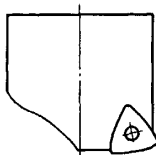

图 5
(3) 图 5 所示为弧边三刃刀片, 增加了刀片的支撑面, 稳定性更强, 兼做插铣刀时 a_e 较大。